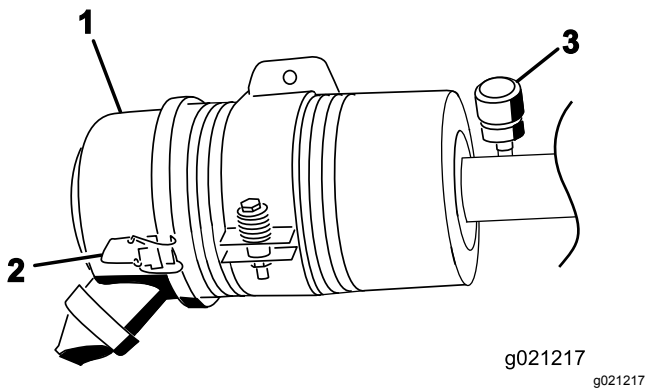

Figura 83
Revise el filtro del limpiador de aire únicamente cuando el indicador de mantenimiento lo requiera (Figura 83). El cambiar el filtro antes de que sea necesario sólo aumenta la posibilidad de que entre suciedad en el motor al retirar el filtro.
2. Abra los enganches que sujetan la tapa del limpiador de aire a la carcasa del limpiador de aire (Figura 83).